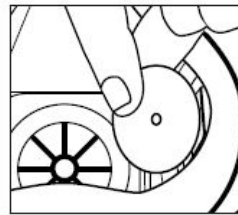

Fig. 9
1. Remova a(s) válvula(s) existente(s) levantando-a(s) do(s) pino(s) (Fig. 9).